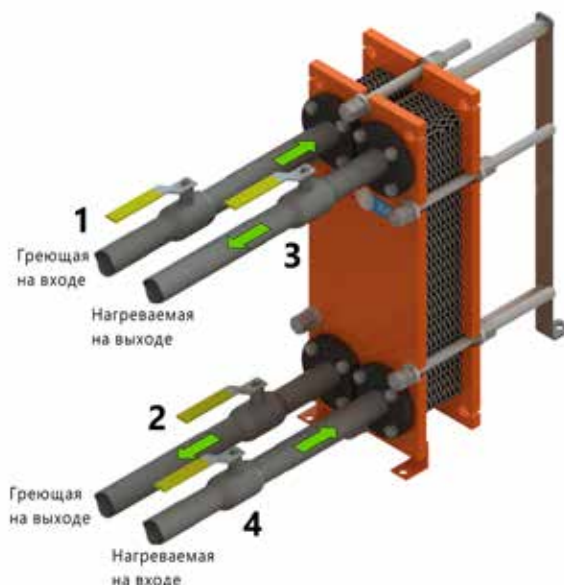

Рисунок 7. Запуск и остановка теплообменника
- 2.2.2.5. Открыть вентили 2 и 3 на выходе теплоносителя и нагреваемой жидкости (Рисунок 7).
- 2.2.2.6. Затем одновременно медленно открывать вентили 1 и 4 на входе (Рисунок 7).
2.2.2.11. Остановку теплообменника производить в обратном порядке (Рисунок 7).